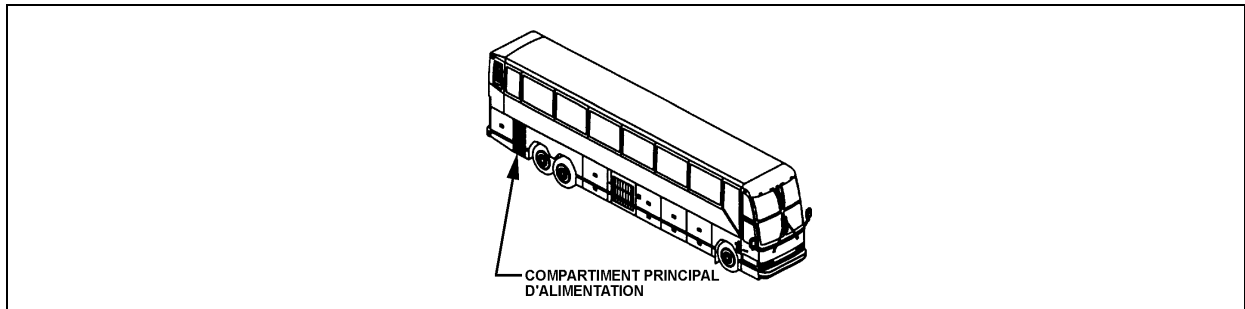

FIGURE 4: LOCALISATION DU COMPARTIMENT PRINCIPAL D'ALIMENTATION
5. Ouvrir la porte du compartiment principal d'alimentation (voir figure 4).